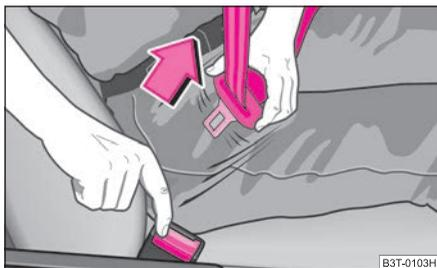

Abb. 153 Lösen der Schlosszunge vom Gurtschloss
- Drücken Sie die rote Taste im Gurtschloss ⇒ Abb. 153. Die Schlosszunge springt durch Federdruck heraus.